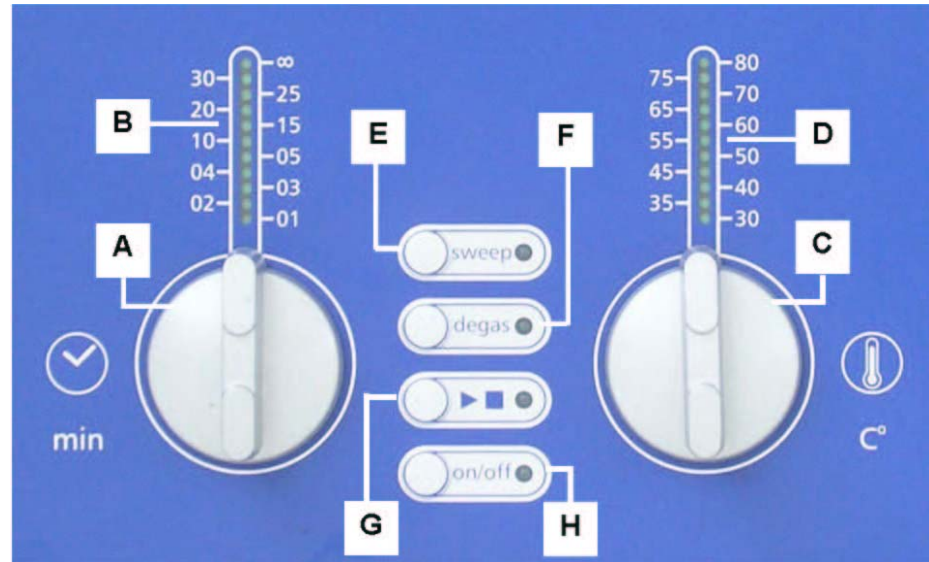

Bild 7.1 Bedienelemente JOKE® Basic-Clean
- Bild 7.1 Ablauf mit Verschlusskappe und mit montierter Schlauchtülle